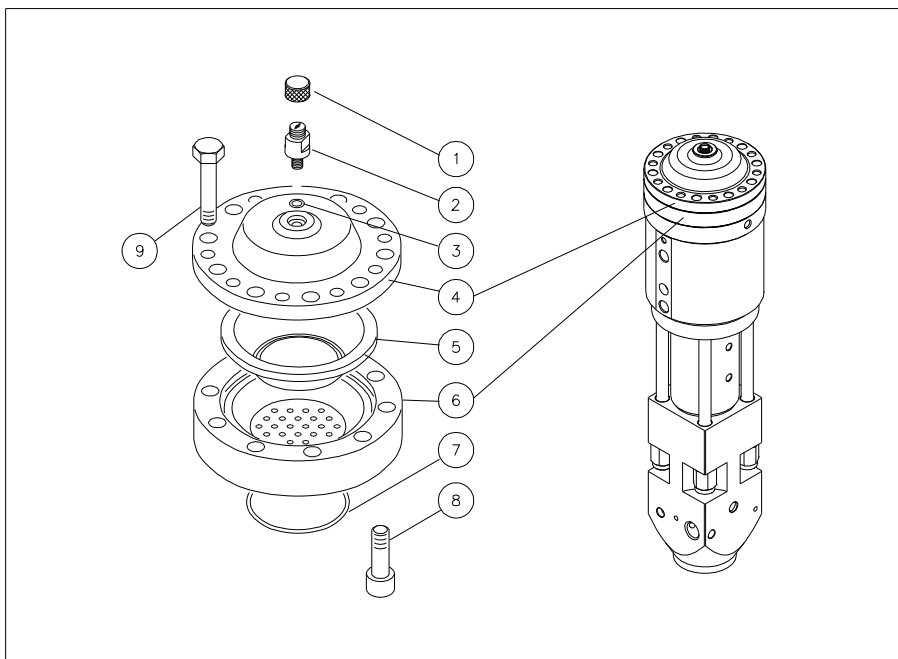

Abb. 22
Wie aus Abb. 22 ersichtlich ist, liegt zwischen Akku-Körper (6) und Kalotte (4) eine Membrane (5), die mit Schrauben (8) befestigt sind. Diese Gruppe ist mit Schrauben (9) an Hammerkopf montiert.